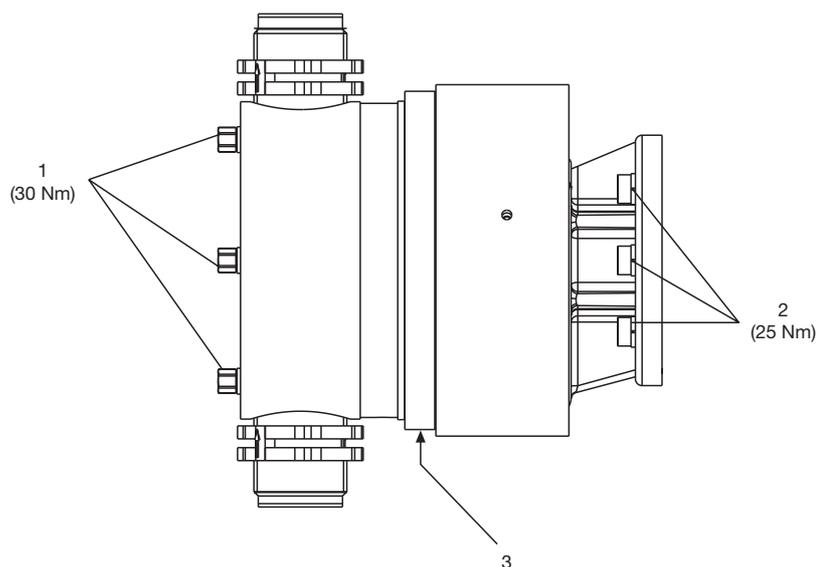

Fig. 16 Module de dosage à membrane Makro TZ (TZMb et TZMa)
- Pour les modules de dosage à membrane (TZMb et TZMa) (voir Fig. 16) :